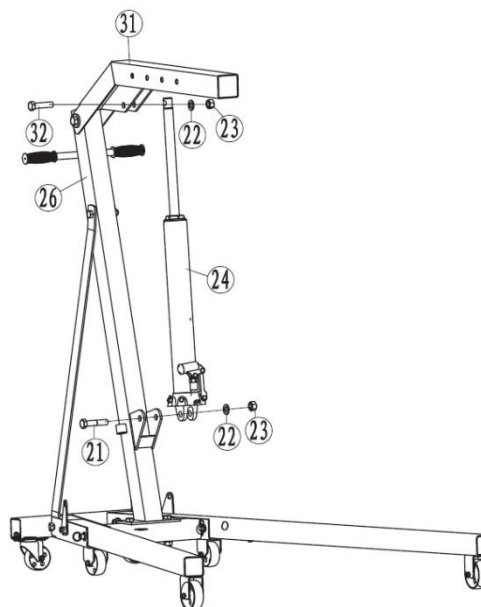

рис. 7
4.9. Вставьте рабочий цилиндр (24) между стрелой (31) и опорной стойкой (26) и зафиксируйте при помощи болтов (21), (32), шайб (22) и гаек (23) - рис.7.